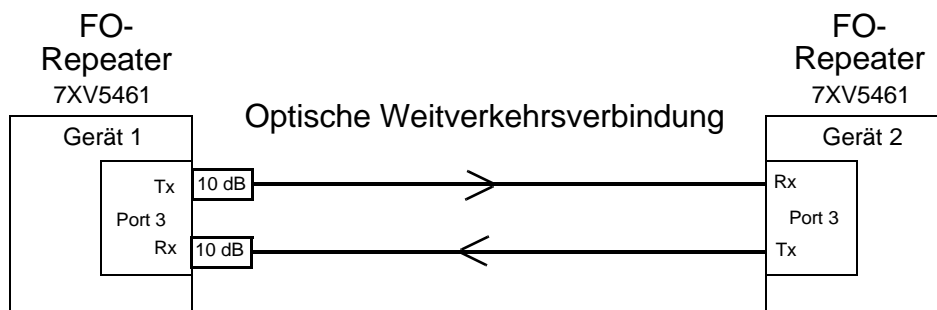

Bild 12 Anschluss des Duplex-LC-Steckers über zwei Dämpfungsglieder an Port 3
Zur Montage die Schutzkappen der Dämpfungsglieder entfernen. Jeweils ein Dämpfungsglied, mit dem Rasthebel nach oben, in den Tx- und den Rx-Anschluss des Ports 3 stecken. Dabei darauf achten, dass die Rasthebel einrasten. Danach das LWL-Kabel mit dem Duplex-LC-Stecker an den Dämpfungsgliedern anschließen (siehe Bild 12, unten).
Die beiden Dämpfungsglieder dürfen nur an einem Ende der optischen Weitverkehrsverbindung angeschlossen werden (siehe Bild 12, oben).
**Hinweis:** Bei der 170-km-Gerätevariante ist pro Gerät ein Dämpfungsglied im Lieferumfang enthalten. Werden zwei dieser Geräte für die Kommunikation verwendet, sind die beiden mitgelieferten Dämpfungsglieder ebenfalls nur an einem Ende der optischen Weitverkehrsverbindung anzuschließen (siehe Bild 12, oben).